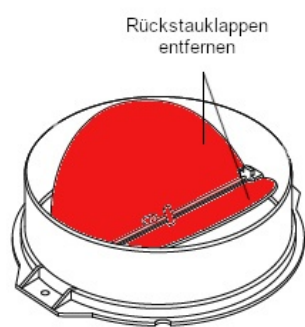

Abb. 1
4. Entfernen Sie die Rückstauklappen vom Stutzen, falls montiert. (Abb.1)